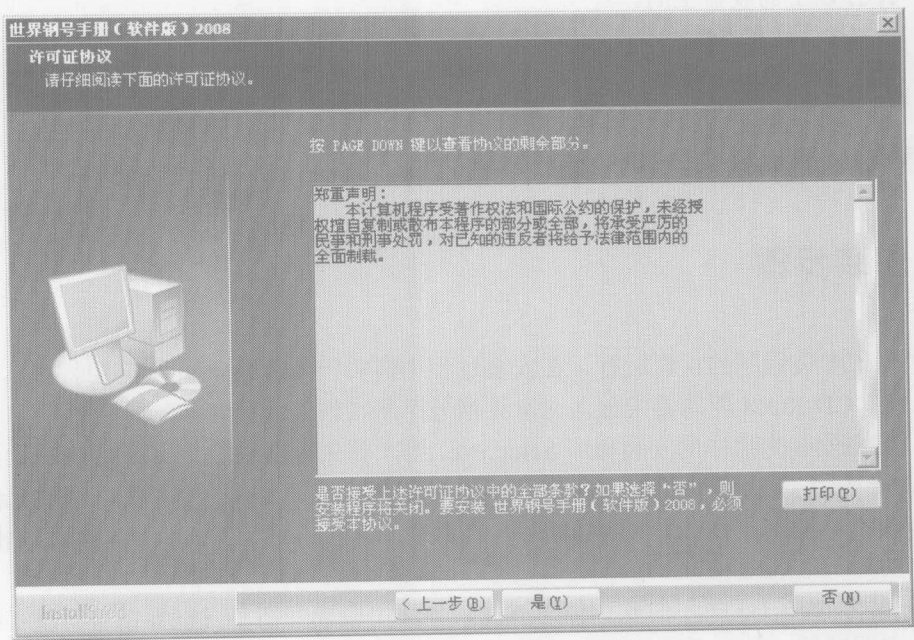

图 1-2 许可证协议界面
(3) 单击“下一步”按钮，显示关于软件使用的许可证协议界面，如图 1-2 所示。在用户安装协议中，说明了用户的权利和义务，在用户阅读协议内容并表示同意后，单击“是”按钮。